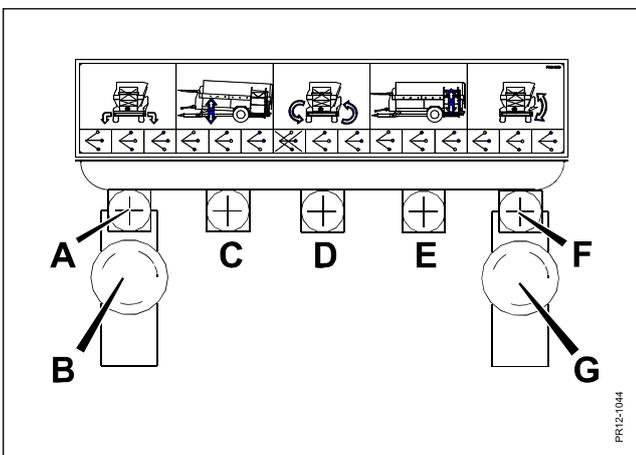

Fig. 5.18
- Fig. 5.18** Utiliser la poignée F pour ouvrir ou fermer la porte basculante. La porte est fermée en appuyant F vers le haut. La vanne d'accélération G est utilisée pour régler la vitesse de basculement. La poignée A est utilisée pour ouvrir ou fermer le panneau de distribution; La vanne accélératrice B est utilisée pour régler la vitesse d'ouverture et de fermeture.
- Fig. 5.18** Le rotor de mélange est actionné (Prise de force approx. 540 tr/min), le convoyeur est actionné par le levier D, et la porte est ouverte avec le levier E. Le volume d'aliments désiré est réglé par la vitesse d'avancement. Il faut cependant s'assurer de ne pas déverser un tel volume d'aliments que le convoyeur le reprenne.